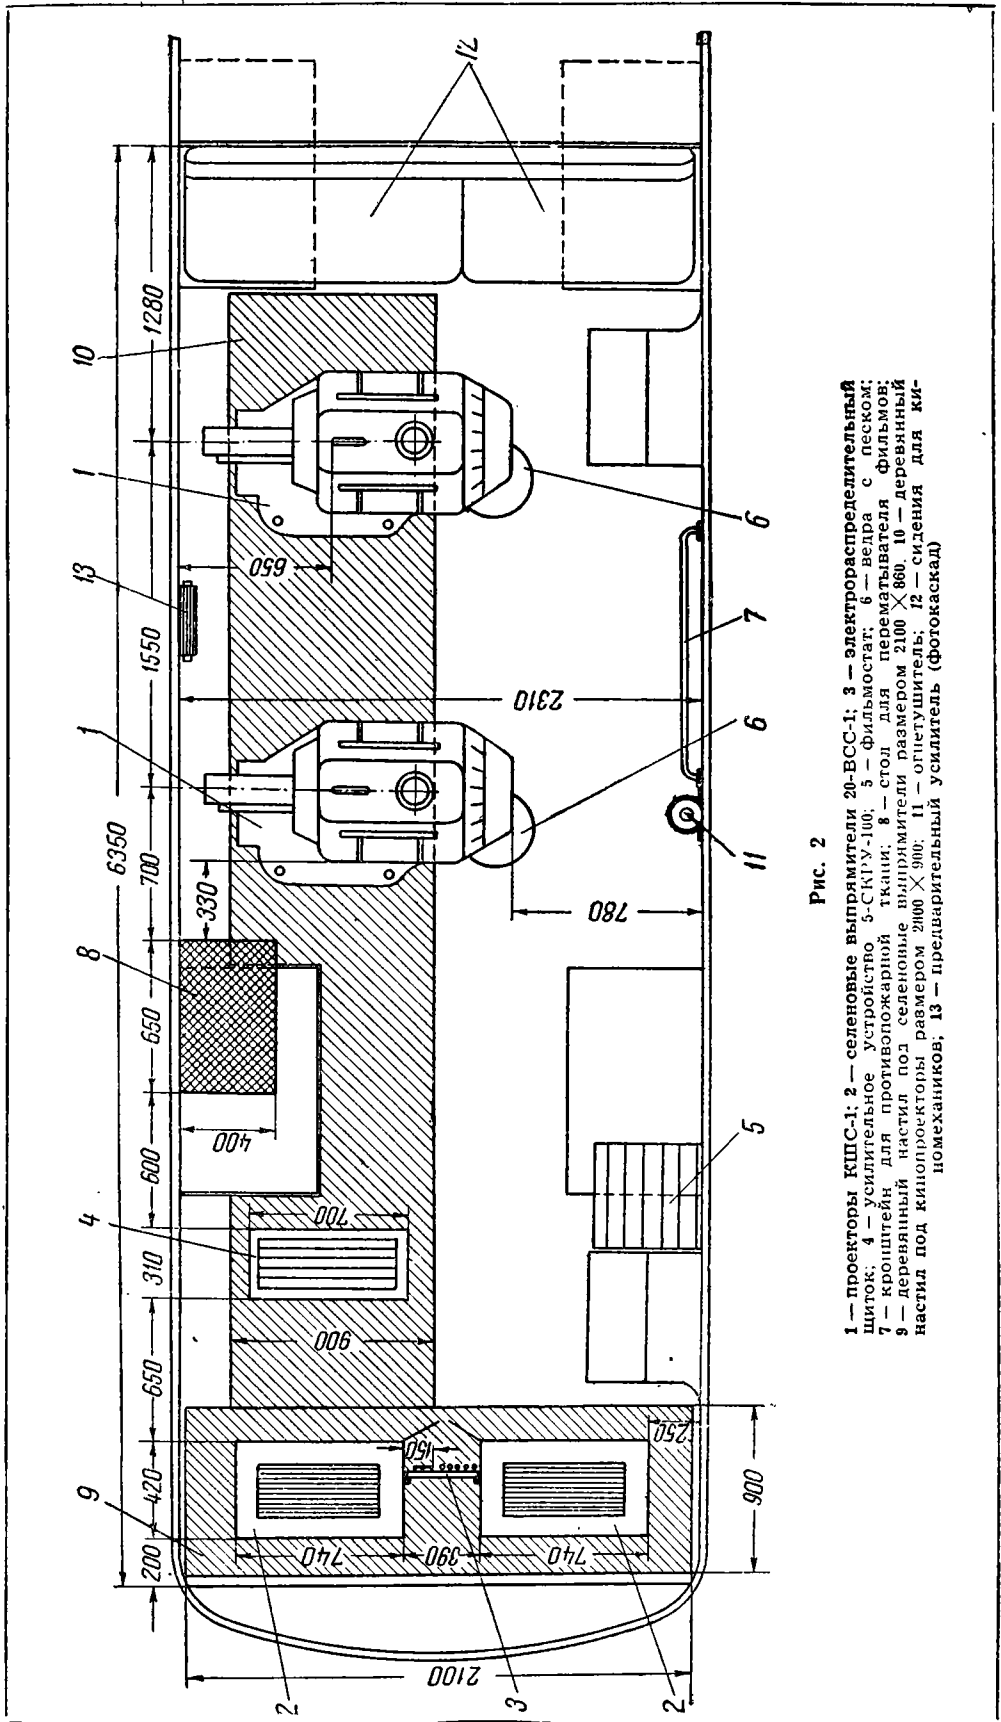

Рис. 2
Наиболее целесообразное расположение киноаппаратуры в автобусе приведено на рис. 2.
* В связи с тем, что усиленное устройство 5-СКРУ-100 по планировке отдалено от кинопроекторов, фотокаскад пришлось демонтировать и расположить между проекторами в специально изготовленном каркасе (13 на рис. 2).